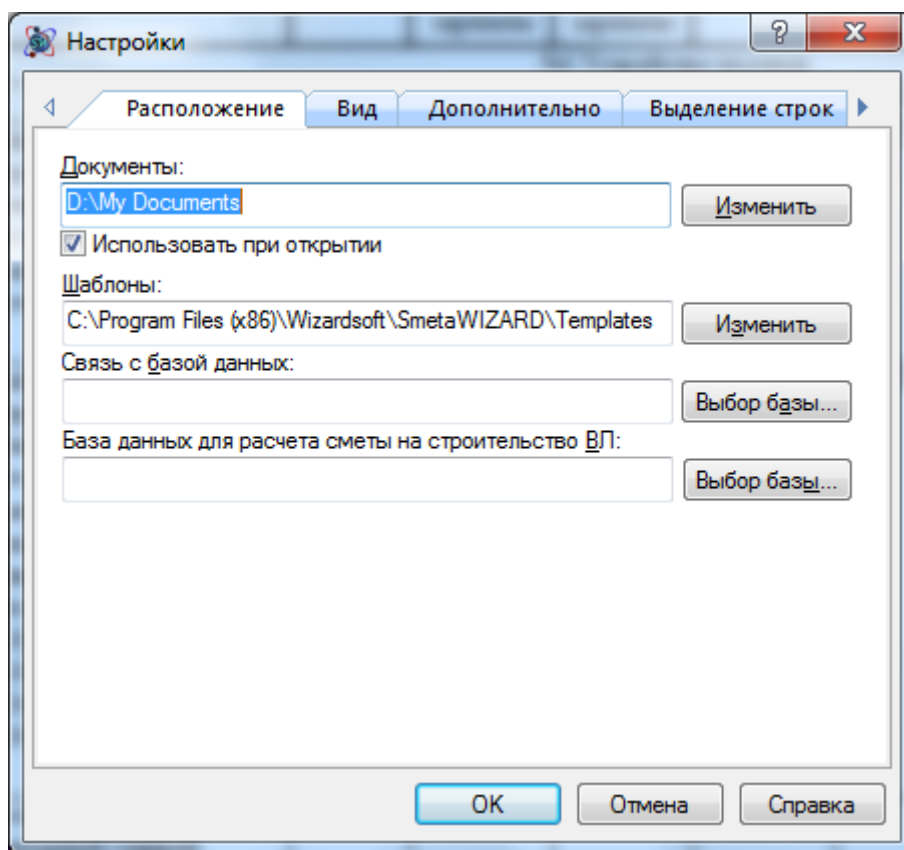

Рис. 6.12 Диалоговое окно Настройки, вкладка Расположение
2. В диалоговом окне *Настройки* выбрать вкладку **Расположение** (рис. 6.12).